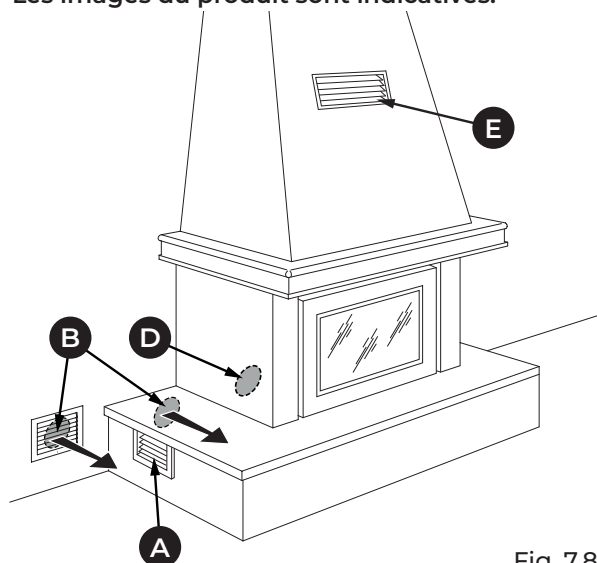

Fig. 7.8
- Fig. 7.8: grille inférieure (A) fournie sur le revêtement et prise d'air extérieure (B) pour le recyclage de l'air ambiant à réaliser entièrement ou à l'extérieur du revêtement.